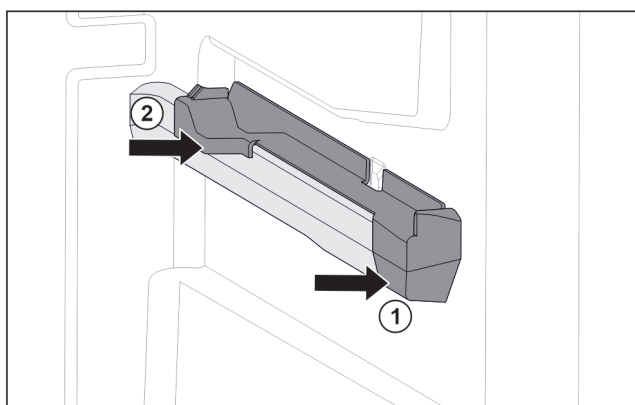

Fig. 85 Tillsats på den högra behållarens galler
- ▶ Sätt på tillsats i fram på behållarens galler. Fig. 85 (1)
- ▶ Tryck fast tillsats i bak. Fig. 85 (2)